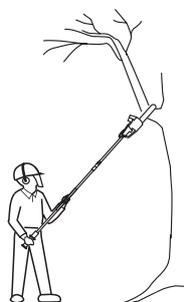

Fig. 30
- > Tenez toujours la machine avec les deux mains sur la poignée avant [9] et la poignée arrière [2]. Ne faites jamais fonctionner ce produit d'une seule main. (Fig. 30)